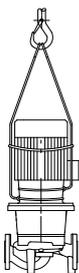

Fig. 34: Транспортировка насоса
- Проушины для транспортировки на электродвигателе служат только для задания направления при захвате груза (Fig. 34).